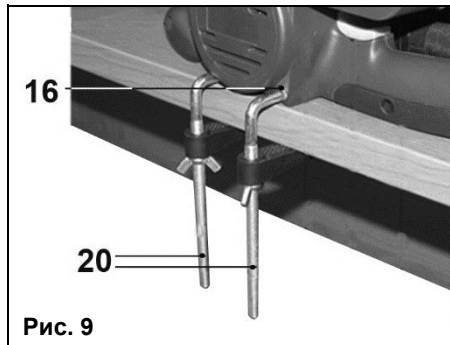

Рис. 9
7.8.3. Используя специальные струбцины (20), вставьте их в отверстия (16), зафиксируйте машину на верстаке так, как показано на Рис. 9.
7.8. Стационарная установка машины ЛМЭ-750/457 на верстаке (Рис.9).
7.8.3. Используя специальные струбицы (20), вставьте их в отверстия (16), зафиксируйте машину на верстаке так, как показано на Рис. 9.